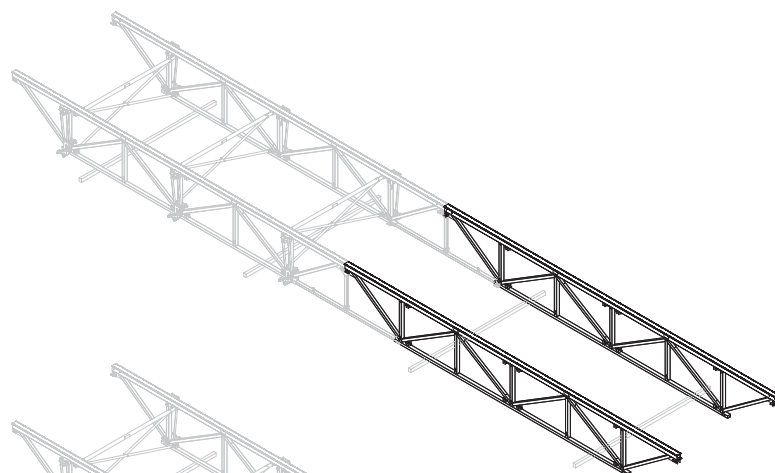

Fig. A2.09
3. Placez les autres Poutrelle à Treillis STT en position et fixez-les aux membrures supérieure et inférieure à l'aide respectivement de deux goupilles et de goupilles fendues. (Fig. A2.09)